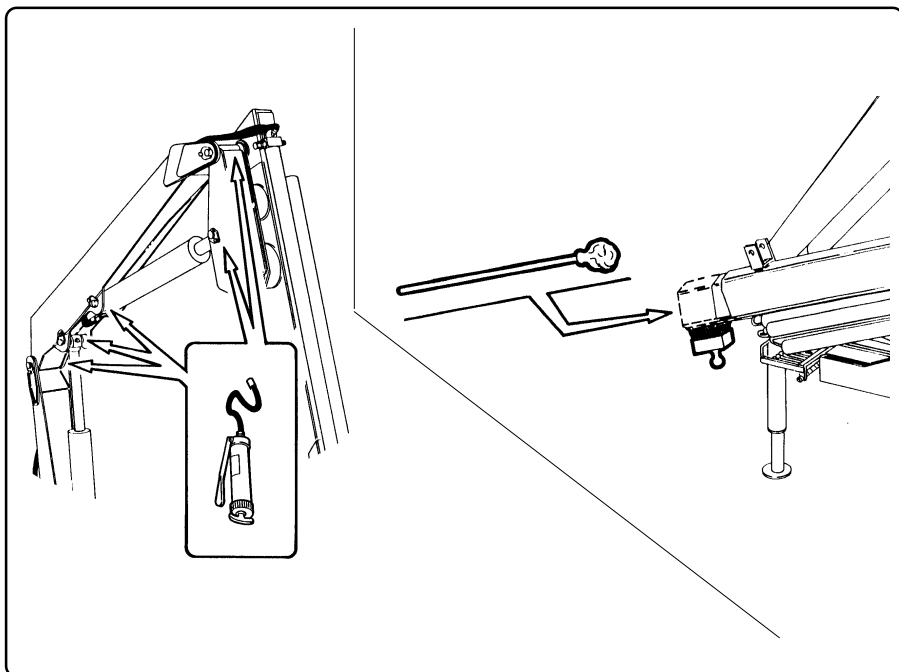

fig. 8.5.5
8.5.5 - Ingrassaggio dei perni d'incernieramento (fig. 8.5.5)
8.5.5 - Greasing the hinge pins (fig. 8.5.5)
8.5.6 - Ingrassaggio pattini di scorrimento (fig. 8.5.5)
8.5.6 - Greasing the sliding pads (fig. 8.5.5)